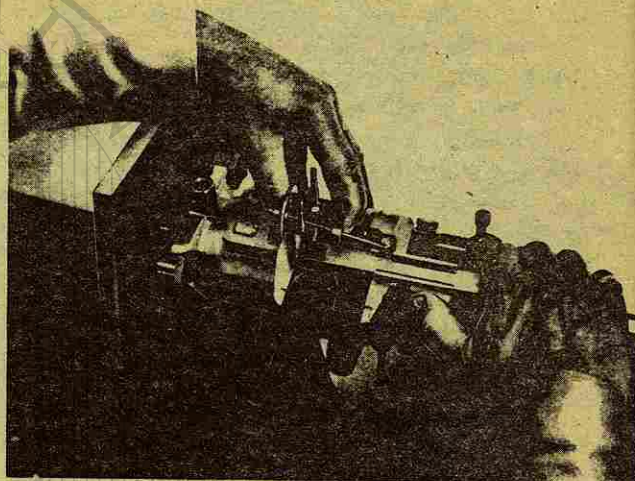

Fig. 40 Reglaje del enganche de un regulador mecánico
40. Regle la distancia interna entre un espárrago del control del regulador y el pasador de la palanca de la válvula dosificadora a la cifra indicada en las especificaciones de prueba (Fig. 40). El ajuste se hace atornillando o desatornillando la tuerca del extremo de la palanca de enganche. Cuando lo regle, aplique una ligera presión sobre el brazo de mando del regulador para mantener la válvula en la posición de completamente abierta, y el calibre debe mantenerse paralelo al eje de la bomba.